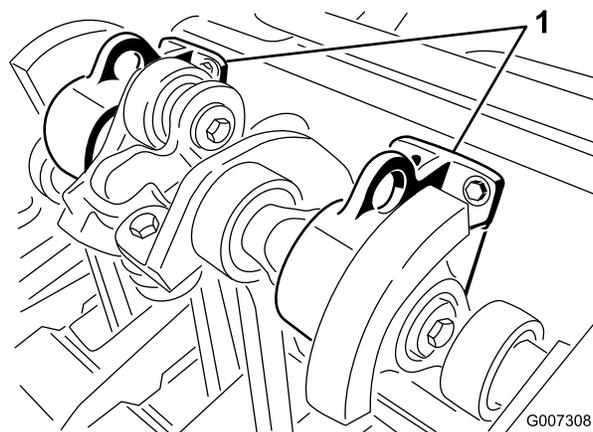

Figure 27
**Remarque:** Si un dispositif de levage est disponible, vous pouvez l'utiliser pour soulever l'arrière de l'aérateur ProCore. Utilisez les œillets des logements de roulements de la tête d'aération comme points de levage (Figure 27)